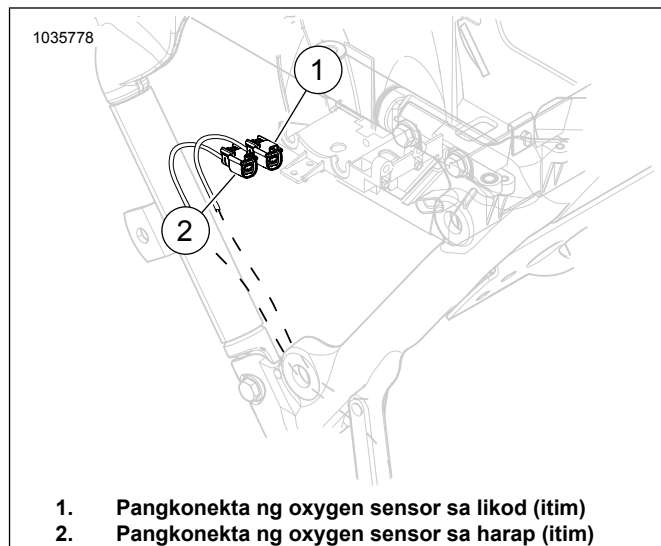

Figure 1. Lokasyon ng Oxygen Sensor sa Harap at Likod
6. Tingnan ang Figure 1. Idiskonekta ang mga konektor ng sensor ng oxygen sa harap at likuran (1, 2).